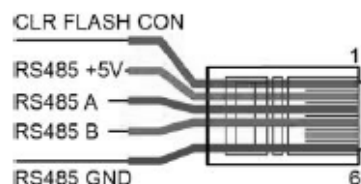

Abb. 4. Pinbelegung des RJ11-Steckers - RS-485 Modbus.
3. Schließen Sie die Leitungen der RS-485-Schnittstelle gemäß Abb. 4 an den RJ11-Anschluss an.